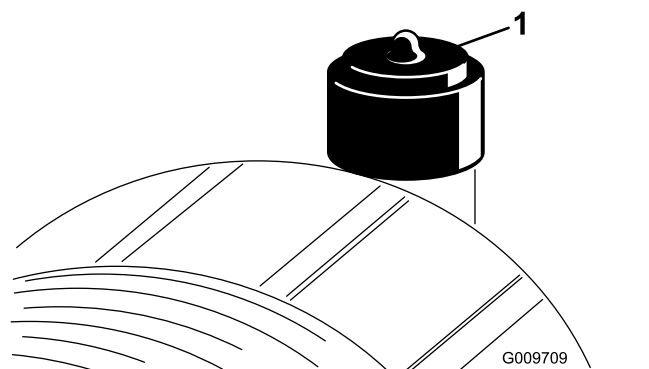

Figura 88
Faça a manutenção ao filtro de ar apenas quando o indicador de manutenção o exigir (Figura 88). Mudar o filtro de ar antes de ser necessário apenas aumenta a possibilidade de entrar sujeira no motor quando retira o filtro.
2. Reinicie o indicador (Figura 88) se este se apresentar vermelho.